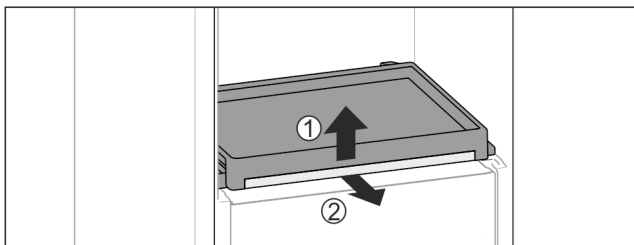

Fig. 31
- ▶ Vyměte vysouvací přihrádku se skleněnou deskou: Skleněnou desku vpředu lehce nadzvedněte Fig. 31 (1) a vytáhněte dopředu Fig. 31 (2).